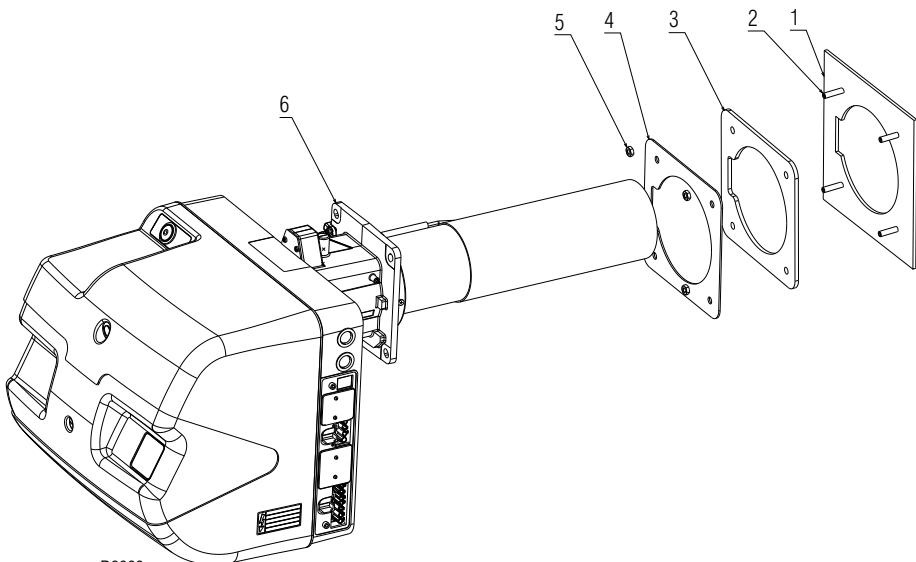

Fig. 12
- Serrer les goujons 2)(Fig. 12) à la plaque de la chaudière 1)(Fig. 12).
- Placer l'écran réfractaire 3)(Fig. 12) et le joint en caoutchouc siliconé 4)(Fig. 12).
- Fixer la bride 4)(Fig. 12) à la plaque de la chaudière et serrer les écrous 5)(Fig. 12).